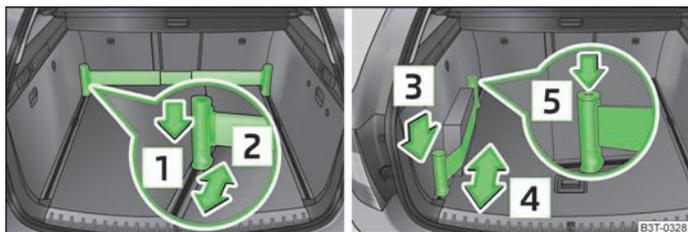

Fig. 77 Barra extensível e correia de fixação
- Pressione a parte superior do suporte no sentido da seta **1** » Fig. 77 e desloque-o simultaneamente para a posição pretendida, no sentido da seta **2**.
- Pressione o suporte no sentido da seta **3** » Fig. 77 e desloque-o simultaneamente para a posição pretendida, no sentido da seta **4**.
- Pode também enrolar totalmente a correia de fixação, premindo o botão **5** » Fig. 77.